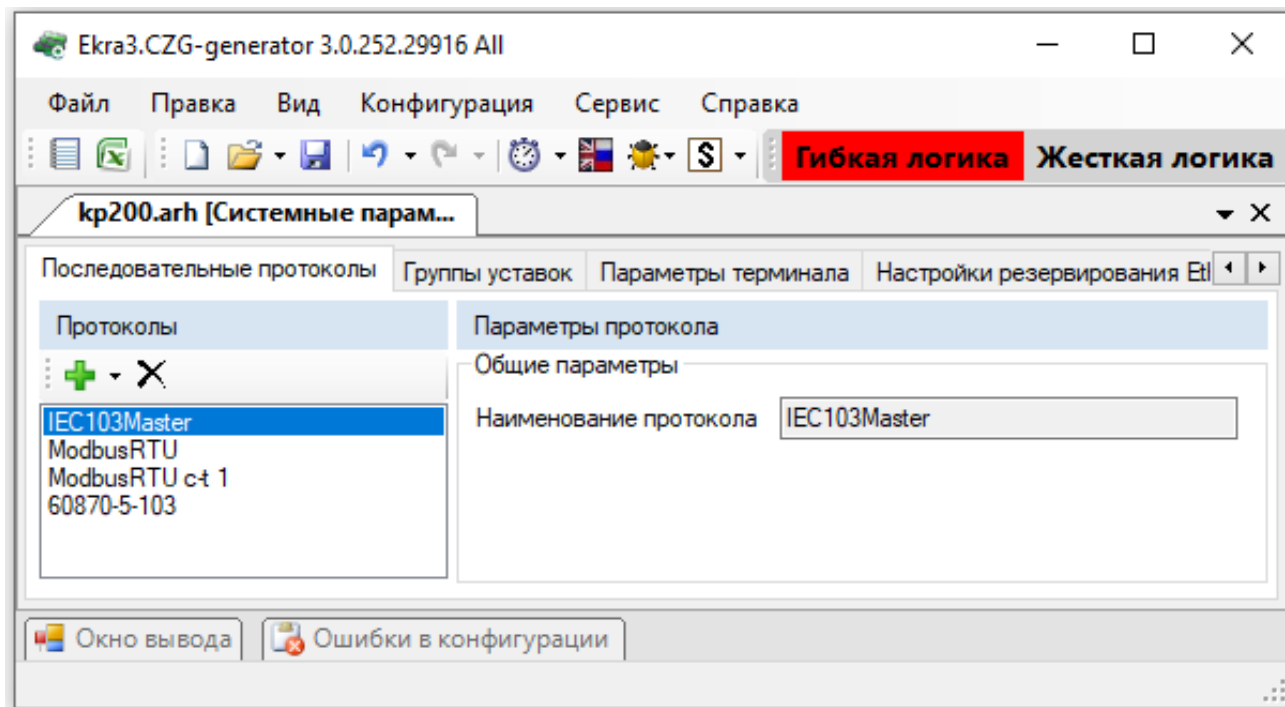

Рисунок 3.58
Индекс клиента	Номер клиента из «ModbusClients» (0 по умолчанию). Параметр не редактируемый напрямую. Значение устанавливается путем выбора одного из значений в таблице «Параметры клиента Modbus TCP» (см. рисунок 3.58)
3.4.6.4.3 Дополнительные параметры протокола IEC 103Master (IEC 60870-5-103Master) (см. рисунок 3.58)